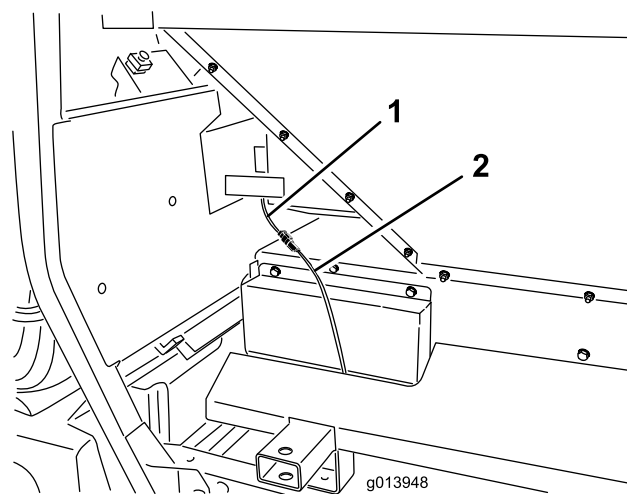
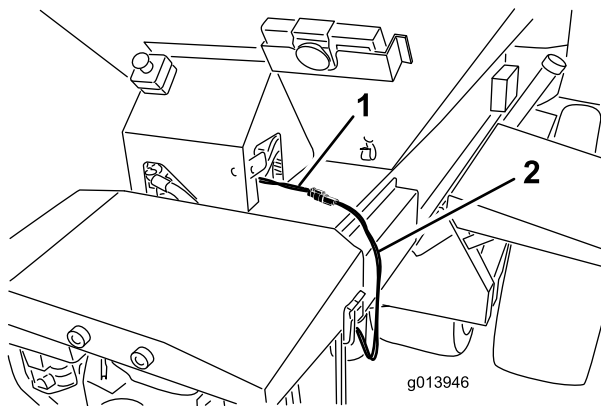

Figura 19
Figura 18
45. Ligue a cablagem intermédia no conector de alimentação no ProPass (Figura 18 ou Figura 19).